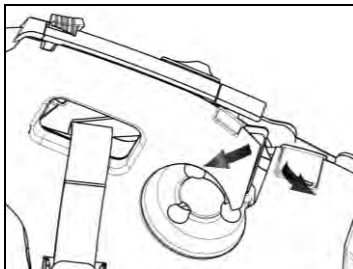

Fig. 16
- Sollevare il rivestimento plastico del guanciaie (Fig. 16).